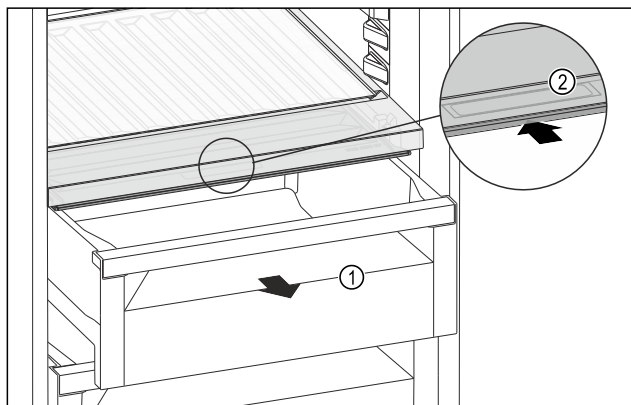

Fig. 181
- ▶ Estrarre il cassetto Fig. 181 (1).
- ▶ Afferrare la maniglia incassata Fig. 181 (2) sul coperchio dello scomparto e spingere allo stesso tempo all'indietro il coperchio dello scomparto.